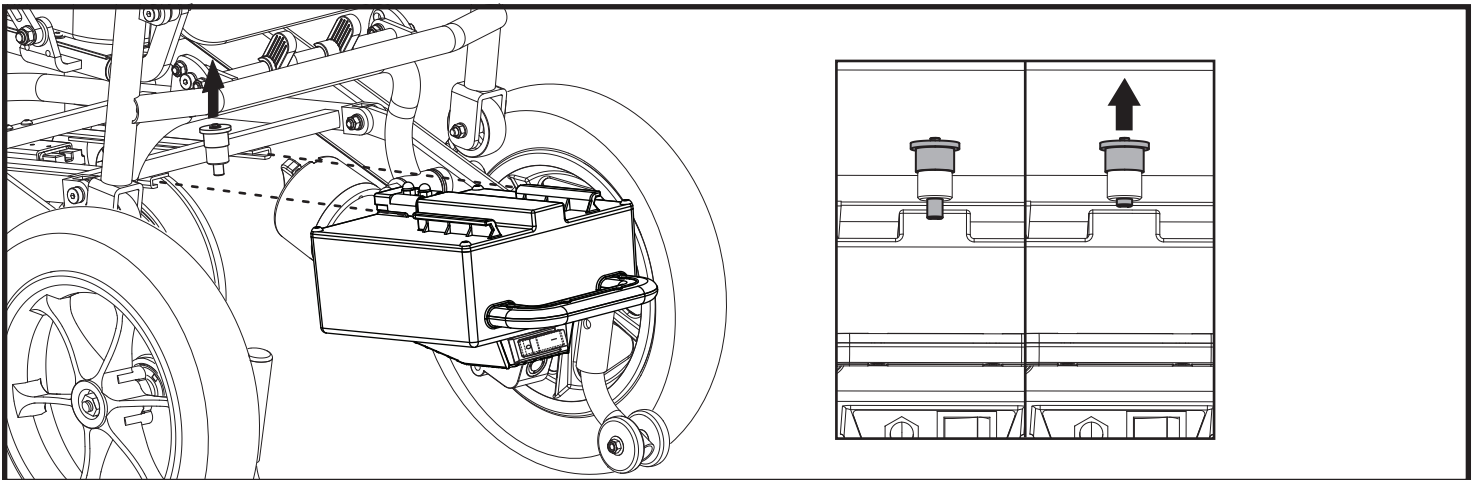

Abb. 4. Entnehmen/Installieren der Batteriebox
2. Installieren Sie die Batteriebox am Batterieträger, indem Sie diese horizontal von hinten in den Rahmen unterhalb des Sitzes schieben, bis der Sicherungsstift einrastet. **Siehe Abb. 4.**
5. Halten Sie den Griff der Batteriebox und heben den Sicherungsstift an, um die Box von der Antriebsbasis zu lösen. Ziehen Sie die Batteriebox dann aus der Antriebsbasis. **Siehe Abb. 4.**